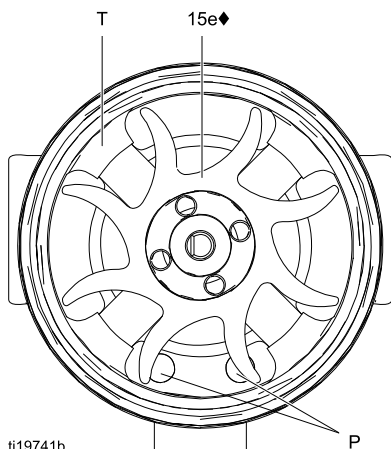
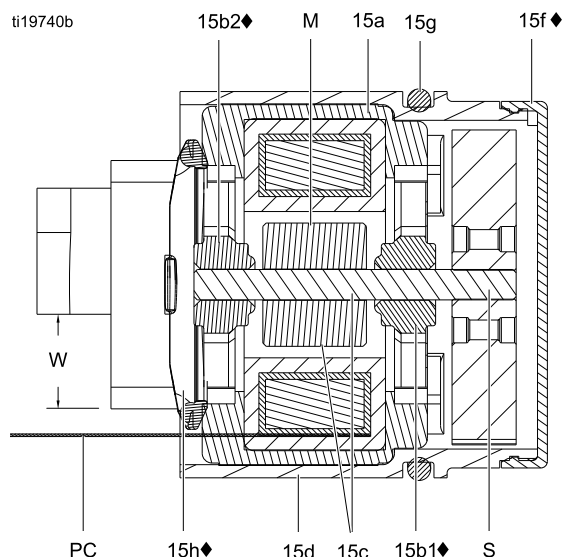

Figure 34 Orientation du ventilateur
Figure 35 Vue en coupe de l'alternateur
7. Maintenez l'ensemble de bobine (15a) sur un établi en orientant l'extrémité du ventilateur vers le haut. Retirez le ventilateur (15e) de l'axe (S) à l'aide d'un tournevis à lame large.
10. Installez le nouveau roulement inférieur (15b1◆) sur la partie longue de l'axe (S). La partie la plus plate du roulement doit être orientée à l'opposé de l'aimant (M). Installez dans la bobine (15a) de sorte que les languettes de coussinet sont au niveau de la surface de la bobine.
12. Maintenez l'ensemble de bobine (15a) sur un établi en orientant l'extrémité du ventilateur vers le haut. Appuyez le ventilateur (15e♦) sur l'extrémité longue de l'axe (S). Les pales du ventilateur doivent être orientées comme illustré.
13. Appuyez doucement l'ensemble de la bobine (15a) sur l'avant du boîtier (15d♦) tout en alignant la broche de la bobine avec la fente du boîtier. Le connecteur à 3 câbles (PC) doit être placé sous la partie la plus large (W) des languettes du boîtier, comme illustré dans la Fig. 35. Assurez-vous que les goupilles d'alignement de la bobine (P) sont positionnées comme illustré dans la Fig. 34.
14. Faites tourner le ventilateur (15e) de sorte que ses pales ne se trouvent pas devant les quatre languettes de coussinet (T) à l'arrière du boîtier. Assurez-vous que les lames du roulement inférieur (15b1♦) s'alignent avec les languettes.